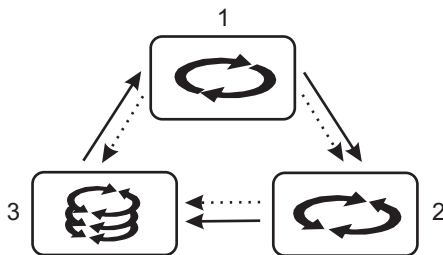

Рис. 1. Инновационный цикл перемешивания
- все три в одном цикле $1 \rightarrow 2 \rightarrow 3$ (рис. 1).